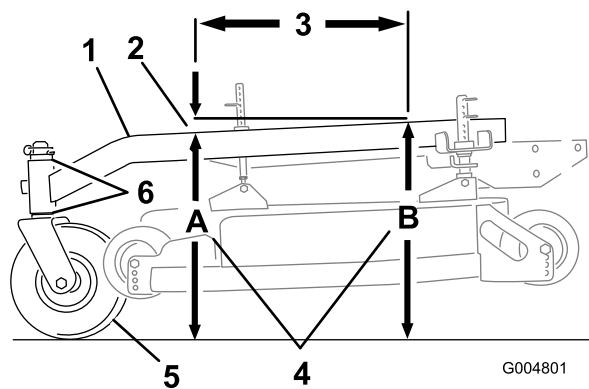

Figura 54
Il telaio portante deve avere un'inclinazione da 3 a 9 mm per la lunghezza di 61 cm sul telaio portante (Figura 54).
1. Misurate la sporgenza di 61 cm sul telaio portante (Figura 54).
- Misurate l'altezza del telaio portante al punto **A** (Figura 54).
- Misurate l'altezza del telaio portante al punto **B** (Figura 54).
- L'altezza al punto **A** deve essere di 6-10 mm inferiore rispetto al punto **B** (Figura 54).
- Se il telaio portante non è inclinato correttamente, spostate i distanziali delle ruote orientabili in modo da ottenere un angolo di inclinazione di 6-10 mm (Figura 54).